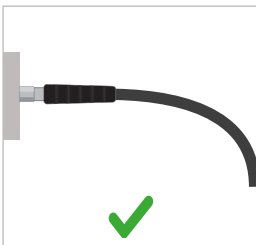
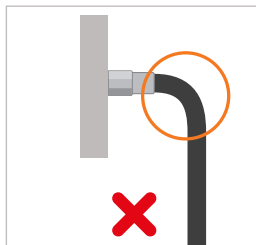

Abbildung 1
Abbildung 2
- ▶ Stellen Sie sicher, dass die Biegung des Druckschlauches erst nach einer Länge von 19 mm beginnt, um Knickung und Zugbeanspruchung zu vermeiden (*Abbildung 1* und *Abbildung 2*).